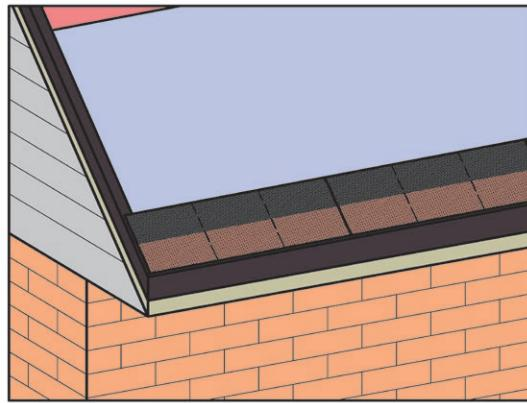

Рис. 16. Схема укладки карнизной черепицы на карнизе.
7.1.3 Карнизную черепицу монтируют встык, поверх карнизной планки на 10 мм выше её перегиба (рис. 16).